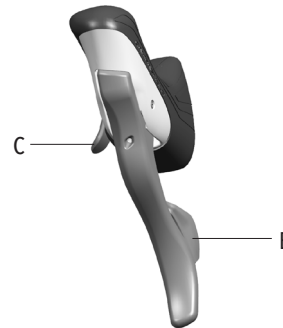

Abb.13
- Der Fingerhebel B (Abb. 13) am linken Schalthebel wirkt auf den Umwerfer und lässt die Kette auf das nächstgrößere Kettenrad steigen.
- Der Fingerhebel C (Abb. 13) wirkt auf den Umwerfer und lässt diesen die Kette auf das nächstkleinere Kettenrad absteigen.